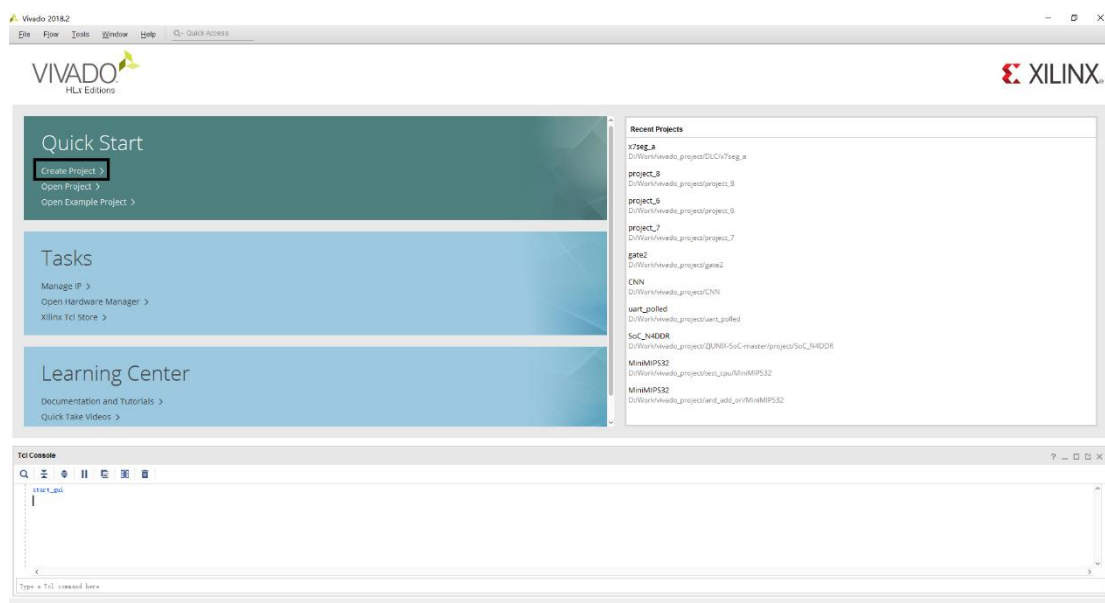

图 1-1 Vivado 开始窗口
(1). 双击桌面 Vivado 图标，启动 Vivado 2018.2，如图 1-1 所示。点击 Create Project，或在菜单栏中选择 File - New Project，即可新建工程。